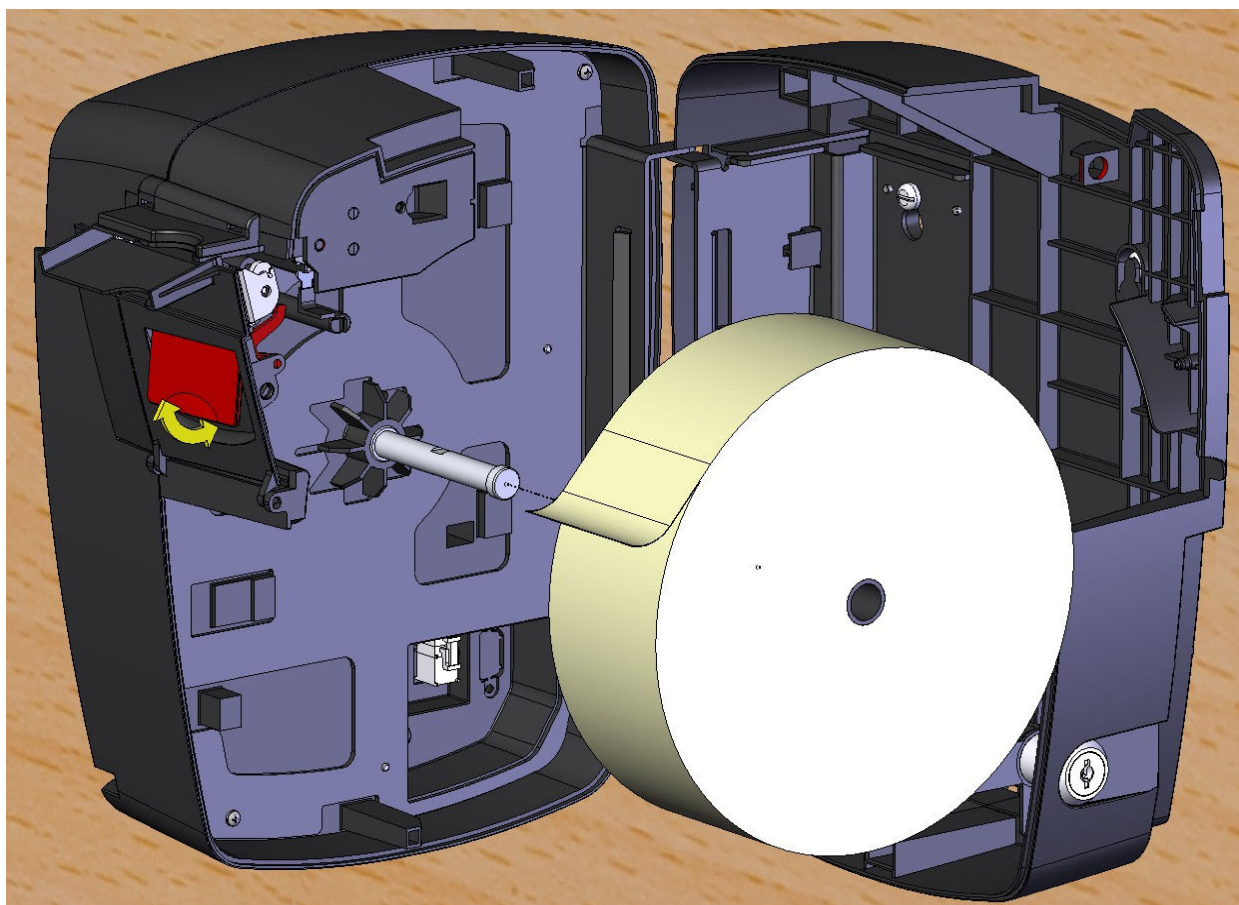

Figura 1 – Inserção da bobina no compartimento
- Abrir o compartimento da impressora, utilizando a chave do produto e puxando a “trava” (destacada em vermelho na figura 1) para cima, conforme a seta em amarelo.